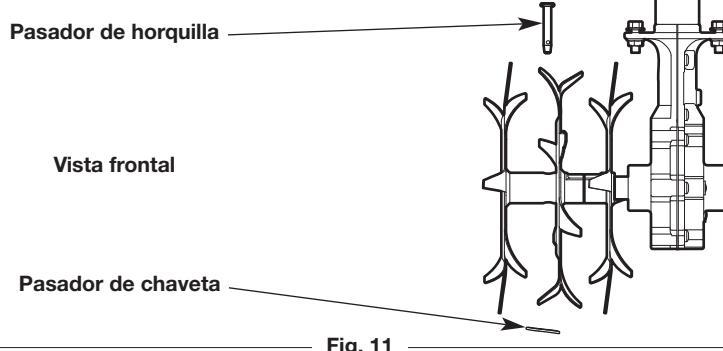

Fig. 11
- Extraiga el pasador de chaveta del pasador de horquilla (Fig. 11). Extraiga el pasador de horquilla de los dientes dobles y del eje de los dientes.
- Inserte un pasador de horquilla a través de los orificios alineados (Fig. 11). Inserte un pasador de chaveta en el pasador de horquilla.